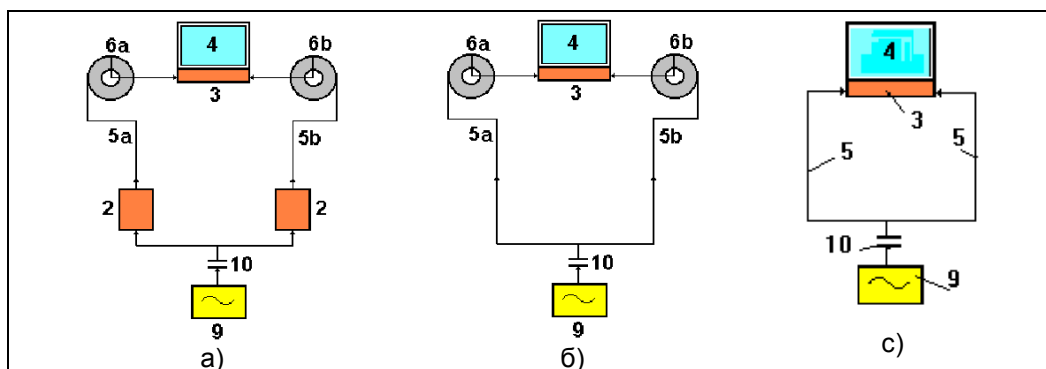

Рис.28. Функциональная схема тестирования прибора ЛИДЕР-КТМ-250:
Собрать схему, представленную на рис.28а. Генератор подключить к входам выносных усилителей через согласующую емкость (10), используя тройник и измерительные кабели из комплекта генератора.
Если спектры в каналах А и Б сильно отличаются друг от друга, следует провести последовательное тестирование всех элементов измерительного тракта прибора, последовательным исключением отдельных его элементов: выносных усилителей (рис.28б), кабелей на катушках (рис.28с), - подавая на каждом шаге сигналы, как описано выше.
Если на последнем шаге тестирования (рис.28с) не получено положительного результата, прибор следует считать неисправным и обратиться в сервисную службу Изготовителя.